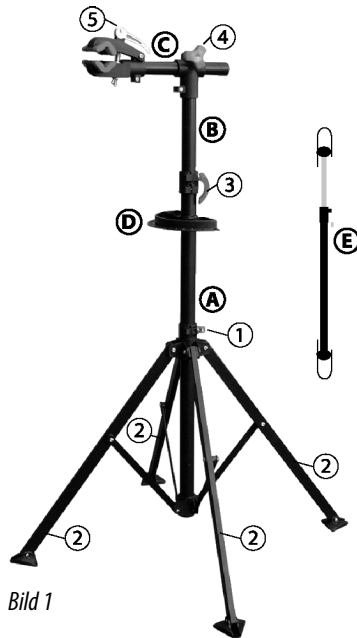

Bild 1
sche Werkzeugablagefach (D) am senkrechten Rohr des Ständerfußes (A). (siehe Bild 1) Dazu müssen Sie die beiden Innensechskantschrauben der Halterung des Ablagefachs mit dem beiliegenden Stiftschlüssel heraus-schrauben und die Halterung abnehmen. Die Anbringungshöhe des Fachs können Sie frei wählen. Legen Sie die runde Aussparung des Fachs an den senkrechten Holm des Ständerfußes (1) an. Bringen Sie die Halterung wieder an, und ziehen Sie die Schrauben gut fest.